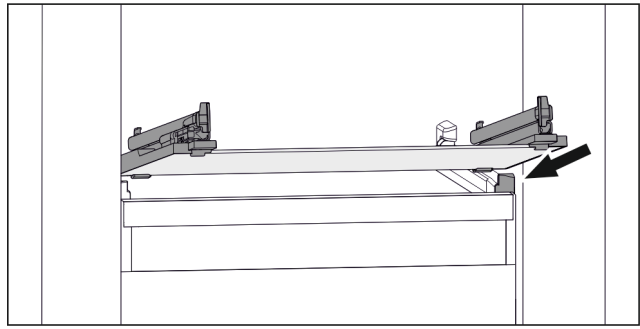

Fig. 168 Приблизне відображення скляної пластини
- ▶ Встановити скляну пластину за стопорами навкосо. (див. Fig. 168)